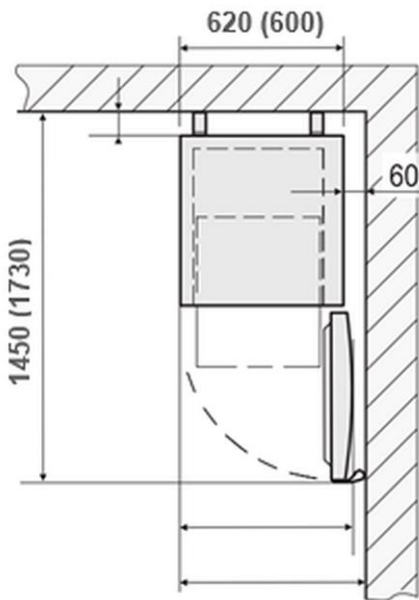

Рис. 7
- Якщо пристрій має бути встановлено в кутку, необхідно дотримуватися бічної відстані не менше 60 мм (рис. 7).